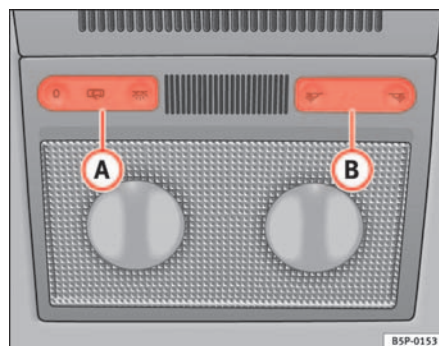

Fig. 79 Revestimiento interior del techo: iluminación delantera del habitáculo
Con el mando (A) ⇒ fig. 79 puede seleccionar las siguientes posiciones:
Pulsar el conmutador a la posición 0 ⇒ fig. 79 .